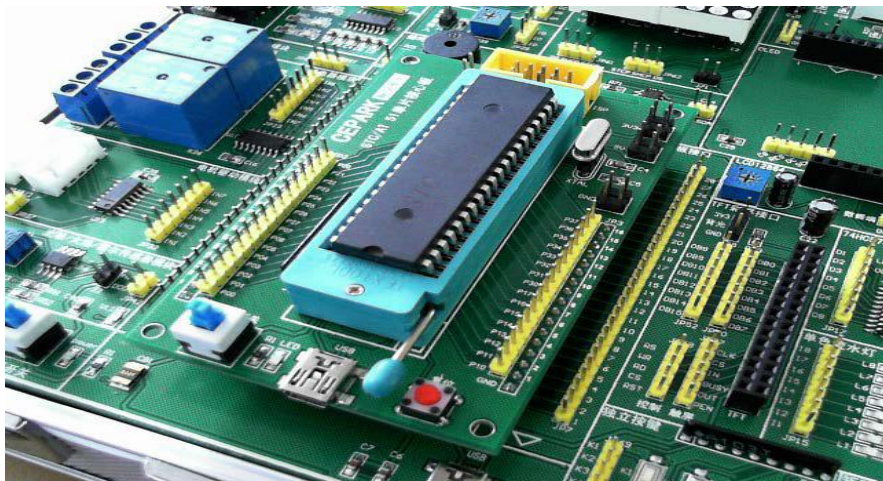

图2-2 接插核心板
- 1) 将畅学51单片机核心板插到畅学多功能底板上，如图2-2。